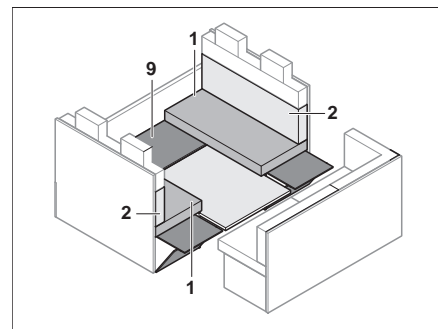

Bild 138 Während des Umbaus
- Unterbau (Bild 138,9) wieder auflegen.